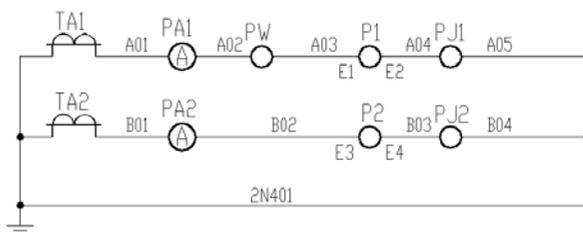

图 9.4.2 使用图层功能绘制电气图
4. 使用图层绘制图 9.4.2 所示的电气原理图，要求创建不同颜色的五个图层（线宽均为 0.3 mm），分别用来绘制五种不同的电气符号 TA、PA、PW、P 和 PJ，再创建不同颜色的七个图层（线宽均为 0.18 mm），分别用来创建五种电气符号的对应文字、连线及其他文字。